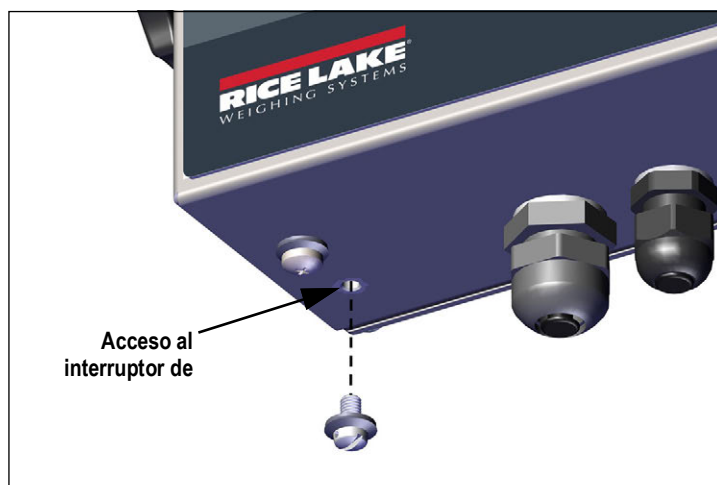

Figura 4-1. Acceso al interruptor de configuración
1. Pulse el interruptor de configuración para acceder al modo de configuración (Figura 4-1 en la página 33). Se muestra  $\text{C}0\text{NF}1\text{E}$ .